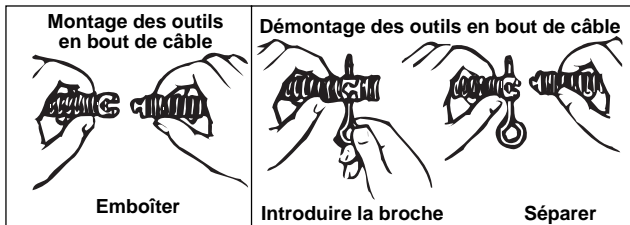

Figure 6 – Montage et démontage des outils
7. Sélectionnez et montez l'outil approprié en bout du câble. Son raccord rapide s'emboîte directement sur celui du câble (Figure 6) Pour démonter l'outil du bout du câble, enfoncez le piston de verrouillage du raccord à l'aide de la broche fournie, puis séparez les raccords.